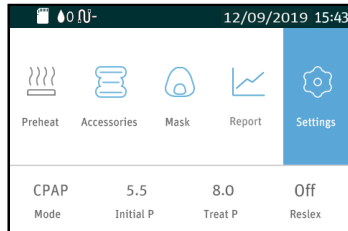
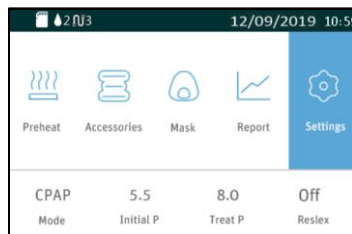
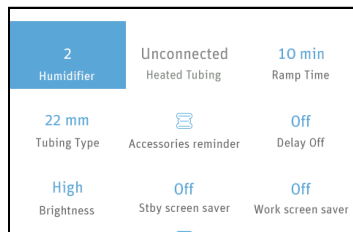

Fig. 16-1
Fig. 16-3
Fig. 16-4
(1) Introduceți Modulul celular în dispozitiv și porniți dispozitivul. Ecranul dispozitivului afișează Interfața principală prezentată în Fig. 16-1.
(1) Introduceți kit-ul WiFi în dispozitiv, Porniți dispozitivul. Ecranul dispozitivului afișează Ecranul principal prezentat în Fig. 16-1. Rotiți **butonul rotativ**  până când cursorul este pe pictograma , iar ecranul afișează Interfața de configurare inițială prezentată în Fig. 16-3. Apăsați **butonul rotativ**  și prima opțiune din Interfața de configurare inițială devine albastră, așa cum se arată în Fig. 16-4.